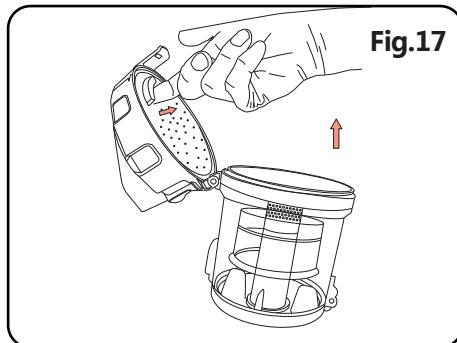

Fig.17
(4) Comme indiqué sur la fig.17, retirez le couvercle du filtre HEPA.